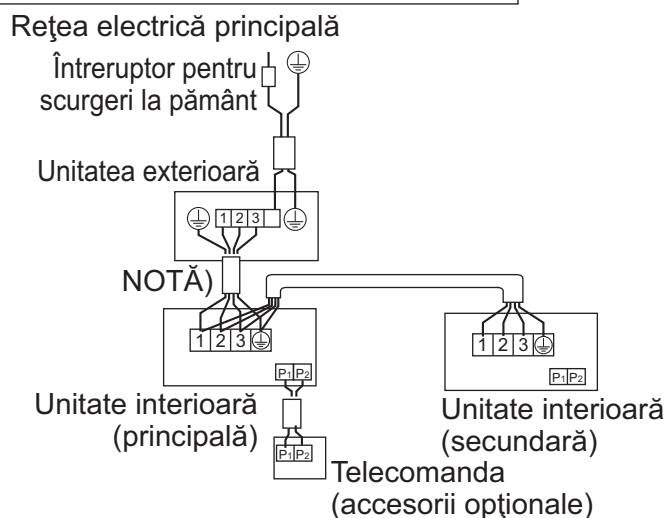

Fig. 25
- **Sistem de funcționare simultană:** 1 telecomandă controlează 2 unități interioare (2 unități interioare funcționează identic.) (Consultați Fig. 25)